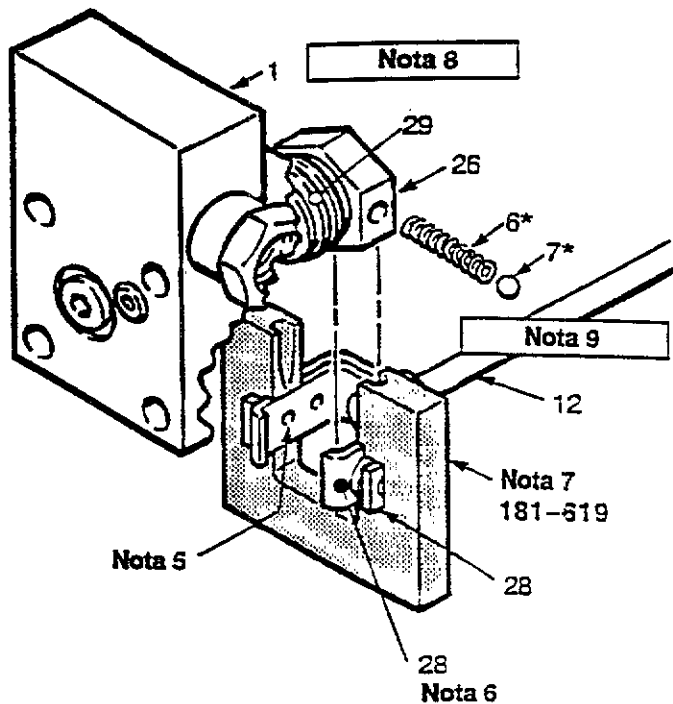

Fig 7-2
### Légendes de la figure 7-2
19. Faire coulisser l'ensemble B dans le centre de détente. Aligner les trous de détente supérieurs du collier de guidage (28) avec l'axe de l'outil. Voir Fig. 7-2.
20. Introduire le ressort (6\*) et une bille (7\*) dans la butée (26) de soupape de l'ensemble A. Incliner la butée de soupape et commencer à la guider dans l'outil, en vérifiant que la bille glisse dans l'encoche arrondie de l'outil. Placer l'autre bille à l'autre extrémité du ressort et l'enfoncer avec le pouce tout en faisant tourner la butée (26) de soupape jusqu'à ce que le ressort soit horizontal et que les billes se trouvent en place. Continuer à maintenir cet ensemble. Voir Fig. 7.2.
21. Placer les pouces sur la butée (26) de soupape, saisir le bas de l'outil avec les autres doigts et maintenir les ensembles étroitement joints. S'assurer que les billes (7\*) s'adaptent bien à la série supérieure des trous du collier de guidage et que les extrémités incurvées du collier sont bien engagées dans l'encoche de la chemise (29) de soupape. Voir Fig. 7.2. Faire coulisser l'outil sur la tige (12) pour retirer.